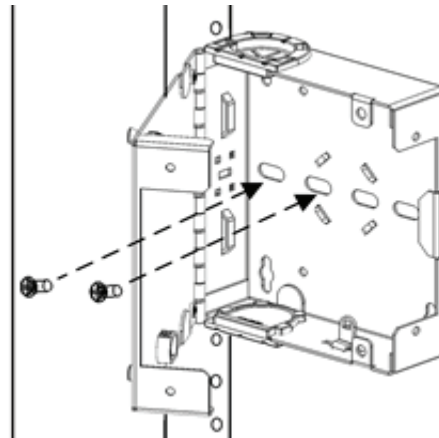

Figura 2
- 4) Usando los tornillos # 8 y las arandelas proporcionados con el juego de soporte de montaje, asegure la base de la caja al soporte. (Figura 2)